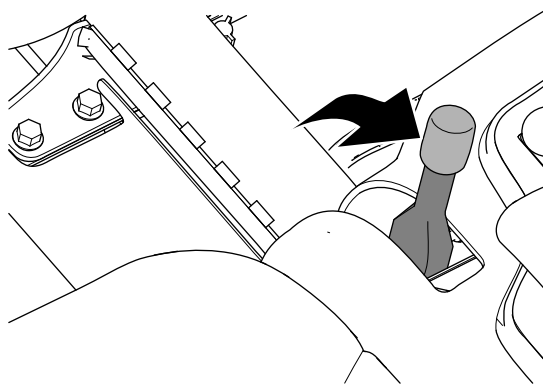

Рисунок 27
2. Включите стояночный тормоз (Рисунок 27).